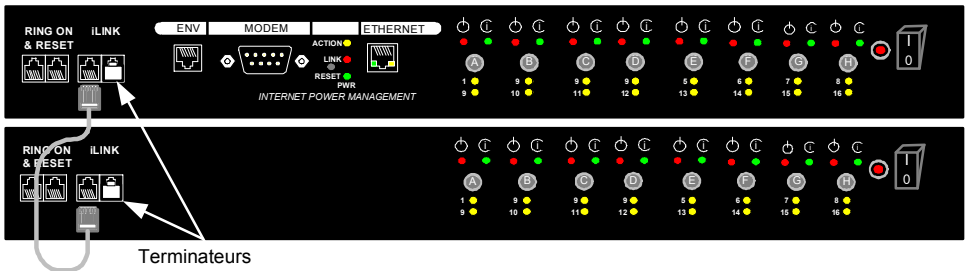

Figure 17 : Connecter le câble iLink
3. Connectez le câble iLINK aux ports iLINK des 2 unités. Voir la Figure 17